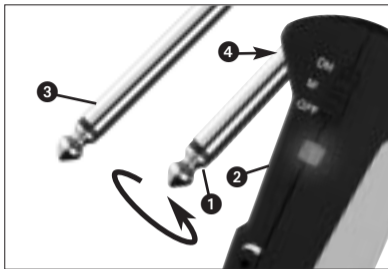

Fig. 4 : Montage de l'adaptateur
4.3 Instruments avec prise sortie noyée (voir Fig. 4)